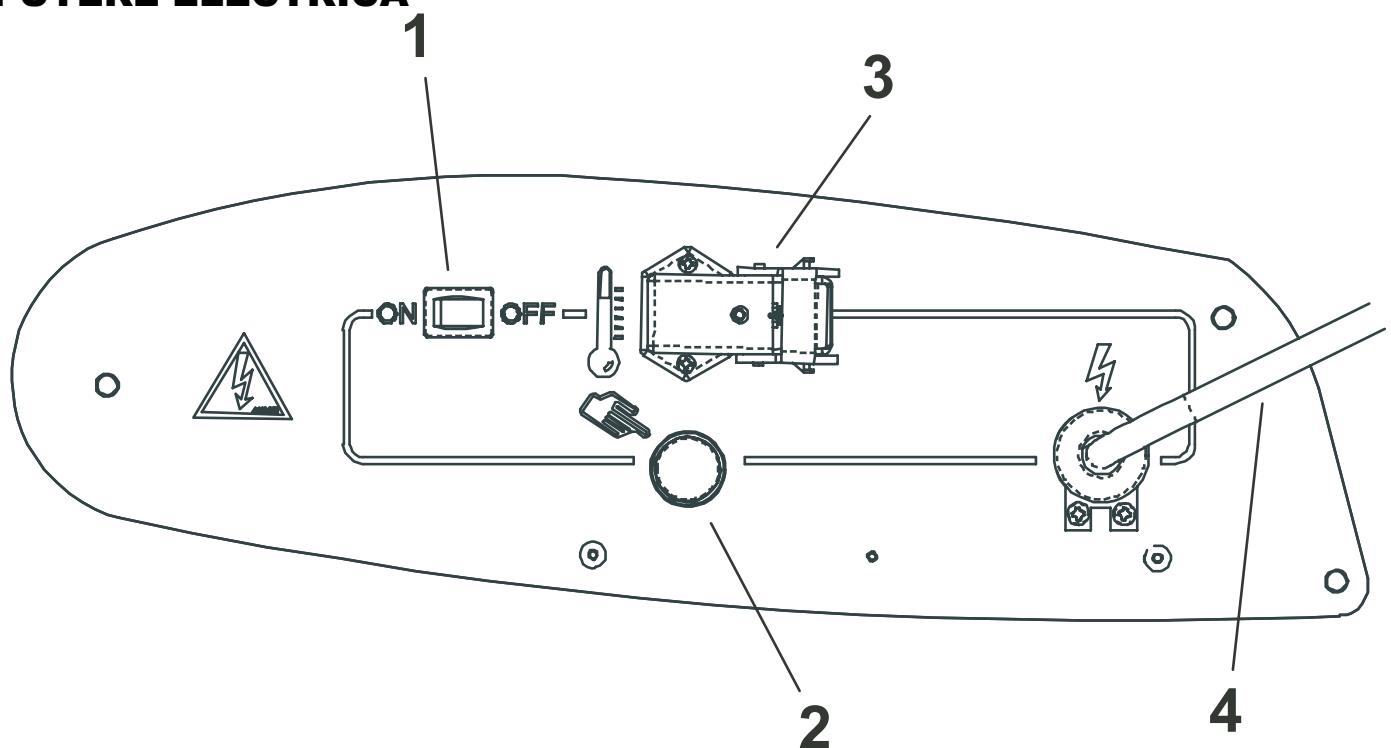

Fig. 2
- treceți contactorul în poziția marcată 1 (fig. 2) cu simbolul: ON, ventilatorul pornește și, după câteva secunde, începe arderea. După prima pornire și după golirea totală a circuitului de motorină, curgerea combustibilului spre duză poate fi întârziată, ceea ce va determina semnalizarea aparaturii de control a flăcării, care va decupla încălzitorul. În acest caz, după aproximativ un minut, utilajul va fi recuplat manual, prin apăsarea butonului de pornire manuală 2 (fig. 2). Primele operații ce se vor executa în cazul în care utilajul nu poate fi pornit:
2. Apăsați butonul de cuplare manuală 2 (fig. 2);
Pentru a opri funcționarea utilajului trebuie acționat butonul care va fi trecut 1 (fig. 2) în poziția „off”. Flacăra se stinge, dar ventilatorul va continua să funcționeze până la răcirea completă a camerei de ardere.
Încălzitorul este dotat cu aparatură electronică de control a flăcării. Dacă are loc confirmarea unei deficiențe de funcționare, sau a mai multora, această aparatură va bloca utilajul, situație în care se aprinde indicatorul butonului de cuplare manuală 2 (fig. 2).